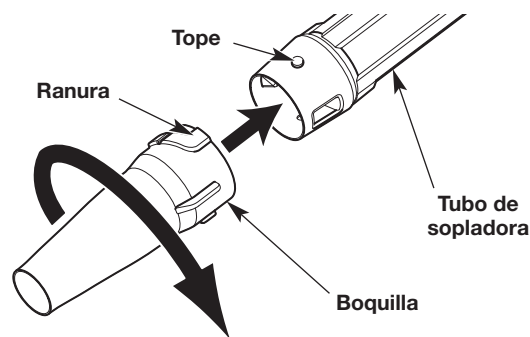
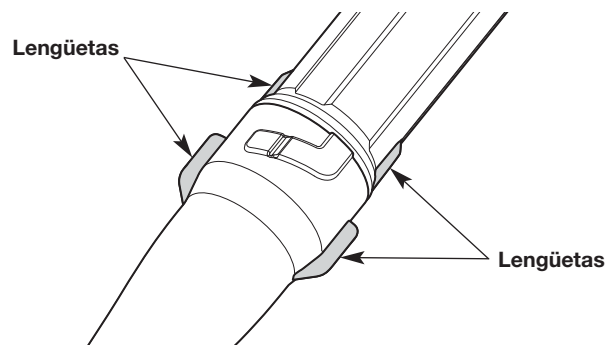

Fig. 2
Fig. 3
1. Alinee las ranuras de la boquilla con los topes del extremo inferior del tubo de la sopladora (Fig. 2).
2. Instale la boquilla en el tubo de la sopladora (Fig. 2).
3. Mientras sostiene el tubo de la sopladora, gire la boquilla hacia la derecha hasta que calce en su lugar (Fig. 2). Las lengüetas del tubo de la sopladora deben alinearse con las lengüetas de la boquilla (Fig. 3).